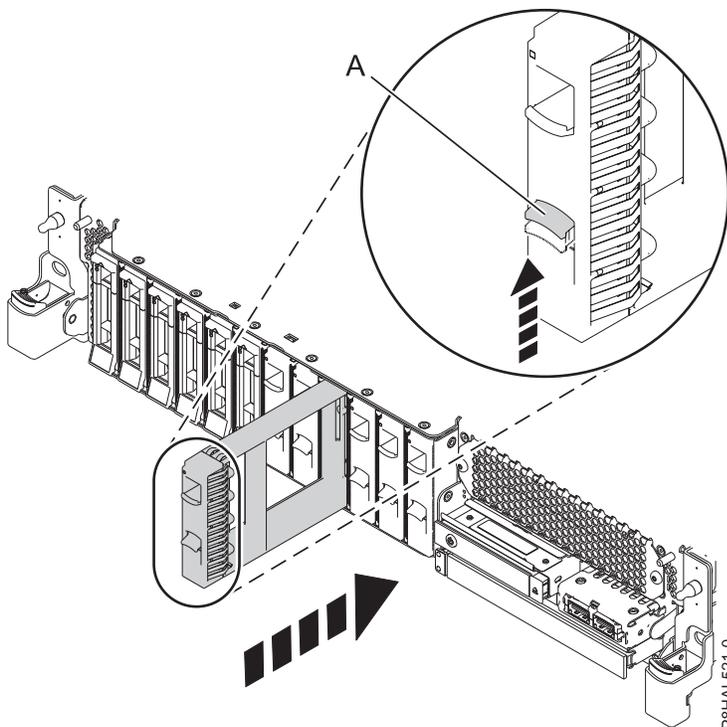
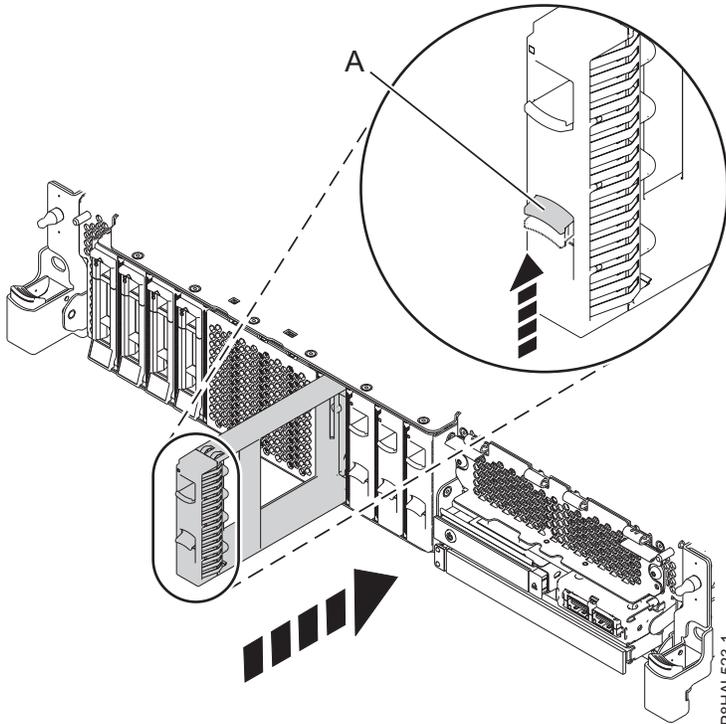

Abbildung 102. Plattenlaufwerk-Platzhalterelement in einem System installieren
Abbildung 103. Plattenlaufwerk-Platzhalterelement installieren - System mit erweiterten Funktionen
2. Richten Sie das Plattenlaufwerk-Platzhalterelement am Laufwerkschacht aus und schieben Sie es ganz in das System vom Typ (A) ein, bis es einrastet. Siehe Abb. 102 und Abb. 103 auf Seite 110.